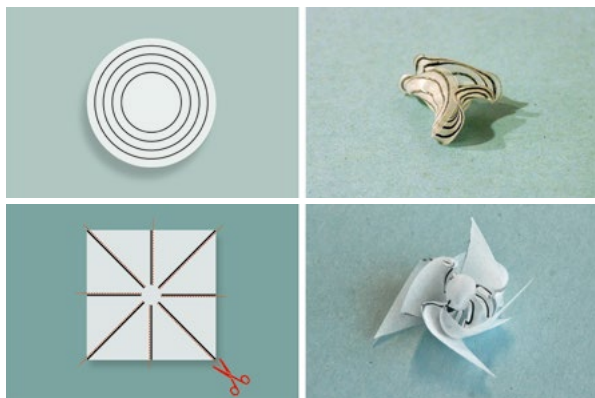

Abb. 8 | Vorher–Nachher
- Musterstücke werden hergezeigt. Mögliche Muster aufgezeigt. Tipp: Einfache geometrische Muster und eine reduzierte Formensprache in der Linienführung ergeben die spannendsten Ergebnisse. Der Farbauftrag sollte nicht zu leicht stattfinden. (→ Abb. 8)